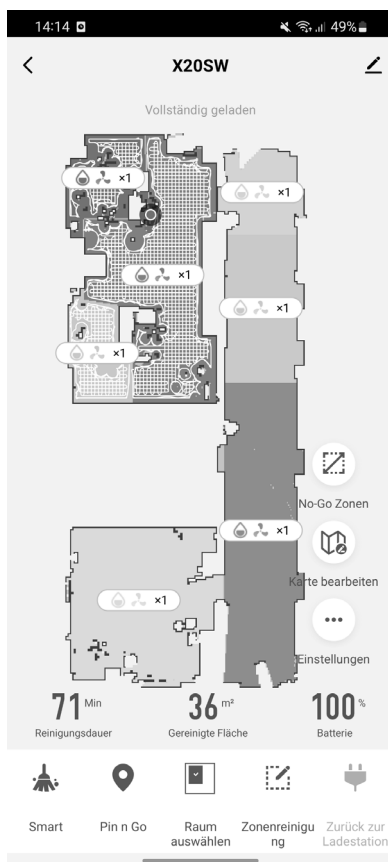

Fig. 11
- A tal fine, fare clic sull'area **"SMART"** nella parte inferiore dello schermo, come illustrato nella Fig. 11.